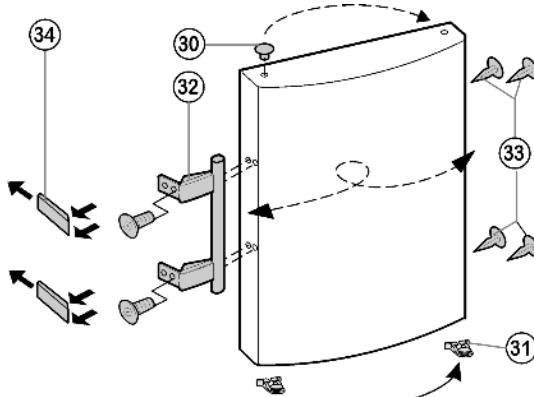

Fig. 8
- Выведите из фиксатора верхней дверцы пружинный зажим Fig. 8 (31) и переставьте его на новую сторону шарнира.
- Извлеките пробки Fig. 8 (30) из опорных втулок дверцы и переставьте.
- Снимите и переставьте на противоположную сторону дверную ручку Fig. 8 (32), пробку Fig. 8 (33) и прижимные пластины Fig. 8 (34).